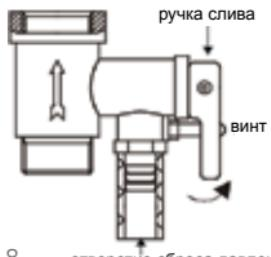

Рис. 8
4. На входной патрубок обозначенный голубым цветом и стрелкой направления течения воды накрутите предохранительный клапан так, чтобы течение воды совпадало с направлением стрелки на корпусе клапана. На отверстие сброса давления предохранительного клапана (см. рис. 8) оденьте дренажную трубку* для отвода воды (возможно появление при нагревании) в канализацию.
6. Чтобы слить воду из внутреннего бака, можно воспользоваться сливным отверстием (только для серии FSL2) (необходимо открутить заглушку, закрывающую сливное отверстие), также воду можно слить через предохранительный клапан (открутить сливной винт предохранительного клапана и перевести ручку слива в верхнее положение, при этом кран выхода горячей воды должен быть открыт, а кран подачи холодной воды в водонагреватель должен быть перекрыт) (смотри рис. 8). Никогда не сливайте воду, если ее температура выше 50°C, т.к. это может привести к ожогам.